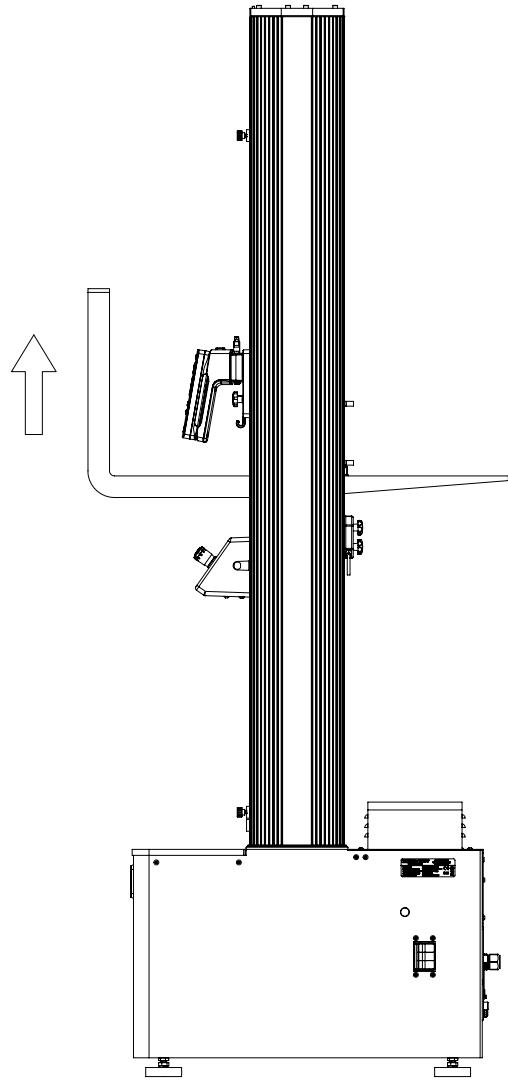

Figure 22. Levage du bâti par la traverse
1. À l'aide d'un chariot élévateur dont la fourche est rembourrée ou moyennant un matériau de rembourrage placé autour de la traverse, insérez avec précautions la fourche sous la traverse entre les colonnes. Voir Figure 22 à la page 76.